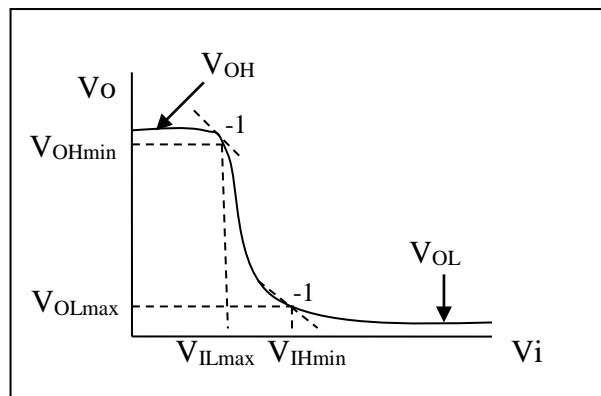

Figura 1. Curva de transferencia inversora.
- Al hacerlo, debe aparecer la curva de transferencia inversora CMOS, donde se pueden medir los diferentes parámetros de tensión. La figura 1 muestra el aspecto de una curva de transferencia inversora genérica.